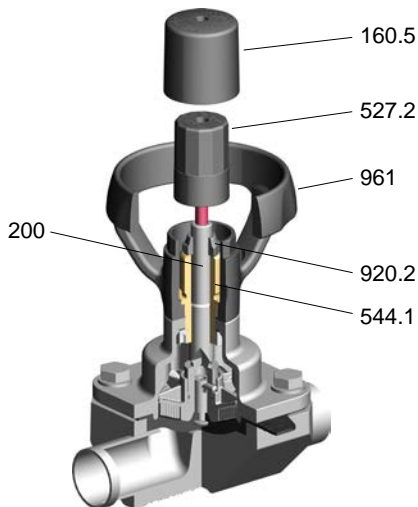

Abbildung 7: SISTO-C HV.510/520
5. Durch wieder aufsetzen des Deckels [160.5] über das Handrad [961] und die Einstellhülse [527.2] ist diese Einstellung fixiert (siehe Abbildung 7).